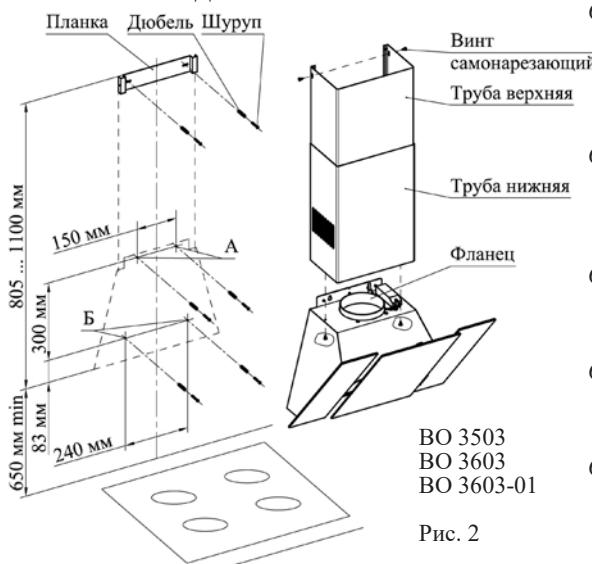

Рис. 2
- 6.3 С учетом установочной высоты и центральной линии разметьте на стене отверстия (А и Б) (рис. 2, 3, 4).
- 6.4 Просверлите отверстия диаметром 8 мм: А на глубину 70 мм, Б на глубину 50 мм (рис. 2, 3, 4).
- 6.5 В отверстия вставьте дюбели согласно рис. 2, 3, 4 и по отверстиям А заверните не до упора два шурупа, на которые навесьте воздухоочиститель